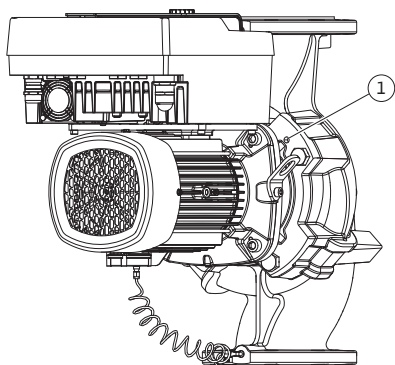

Fig. 14: Insteekset er via draadboringen af-drukken (afhankelijk van het pomptype)
5. Maak de insteekset (zie Fig. 5) los van het pomphuis. Afhankelijk van het pomptype (zie Fig. I ... III) zijn er diverse benaderingen: maak bij pomptype Fig. I de schroeven pos. 29 los. Druk de insteekset van het pomphuis af. Gebruik hiervoor bij pomptype Fig. II en Fig. III de twee draadboringen (Fig. 14, pos. 1). Gebruik hiervoor geschikte bouten (bijv. M10 x 25 mm, niet inbegrepen).
5. Druk de insteekset (zie Fig. 5) van het pomphuis af. Gebruik daarvoor de twee draadboringen (zie Fig. 14). Draai M10-schroeven met een geschikte lengte in de draadboringen om de zitting los te maken.
7. Maak de twee onverliesbare schroeven aan het beschermplaatje (Fig. II, pos. 27) los en verwijder het beschermplaatje.
8. Steek een moersleutel sleutelwijdte 27 mm in het lantaarnvenster en houd de as aan de sleutelvlakken vast (Fig. II, pos. 16). Draai de waaiermoer (Fig. II, pos. 22) eruit. Verwijder de waaier (Fig. II, pos. 21) met een aftrekker van de as.
9. Draai de schroef (Fig. II, pos. 10) los om het fixatieplaatje van de verschildruksensor (Fig. I, pos. 13) los te maken van de motorflens. Laat de verschildruksensor (Fig. I, pos. 8) met fixatieplaatje (Fig. I, pos. 13) aan de drukmeetleidingen (Fig. I, pos. 7) hangen. Koppel de aansluitkabel van de verschildruksensor in de elektronikamodule los.
10. Maak de bouten (Fig. II, pos. 10 en pos. 10a) los.
11. Maak het lantaarnstuk met een tweearmige aftrekker (universele aftrekker) los van de motorcentrering en trek dit van de as. De mechanische afdichting (Fig. I, pos. 25) wordt dan tegelijk verwijderd. Vermijden dat het lantaarnstuk kantelt.
12. Als de mechanische afdichting is beschadigd, druk dan de tegenring (Fig. I, pos. 26) van de mechanische afdichting uit de zitting in het lantaarnstuk. Nieuwe tegenring in het lantaarnstuk zetten.